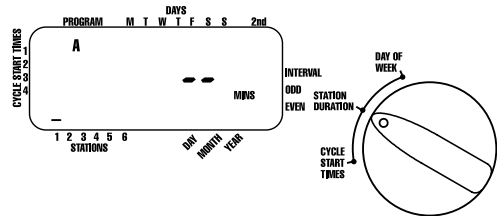

ABBILDUNG 5: Station / Dauer für Programm A
- Stellen Sie den Drehschalter jeweils auf STATION/DAUER im A- oder B-Programm. Die Anzeige gibt nun durch ein „A“ oder „B“ an, welches Programm Sie ausgewählt haben, der Cursor blinkt auf Station „1“ [siehe Abb. 5].